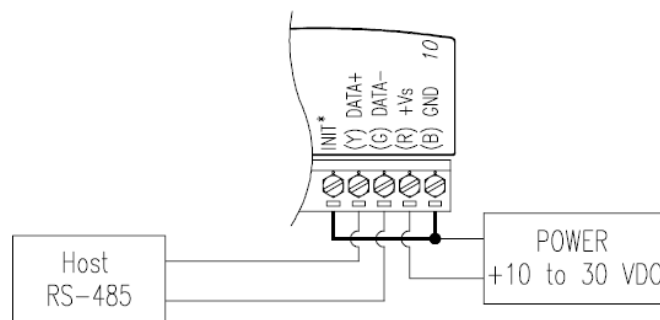

Рис. 1.4. Схема підключення при ініціалізації модулів
- 1) подати живлення на всі компоненти схеми (рис. 1.4) окрім модуля ADAM;